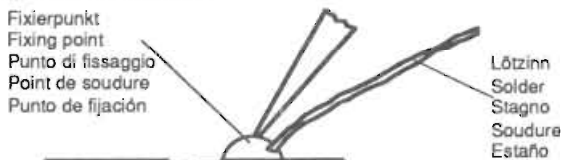

Fig. 3
3. step: Remove possible residues from the soldering point. Then apply a solder bead (Fig. 3).
3. Aspirer les restes de soudure sur le circuit. Poser une pointe de soudure (Fig. 3).